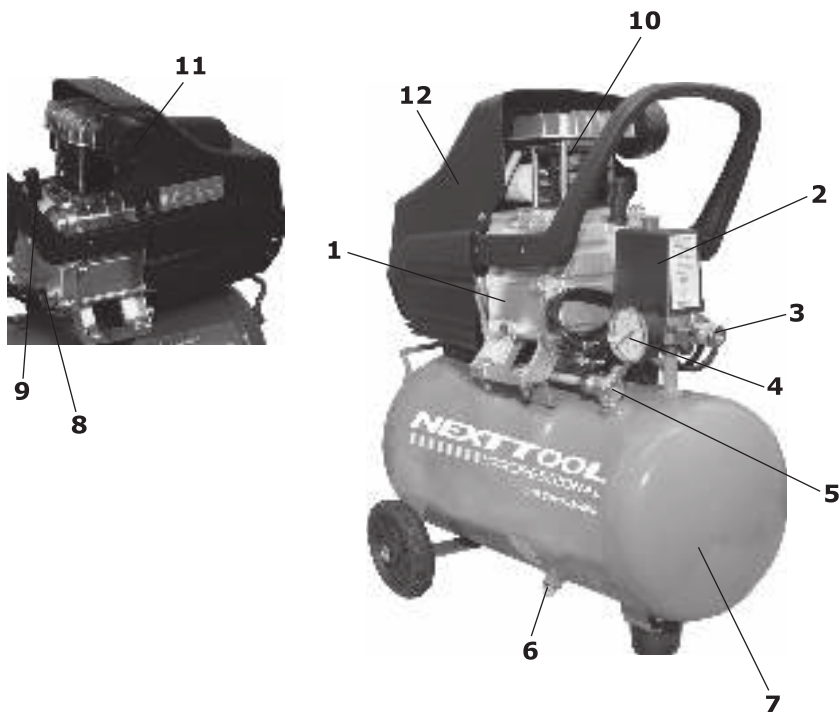

рис.1
1.6 Общий вид и компрессора представлен на рис.1